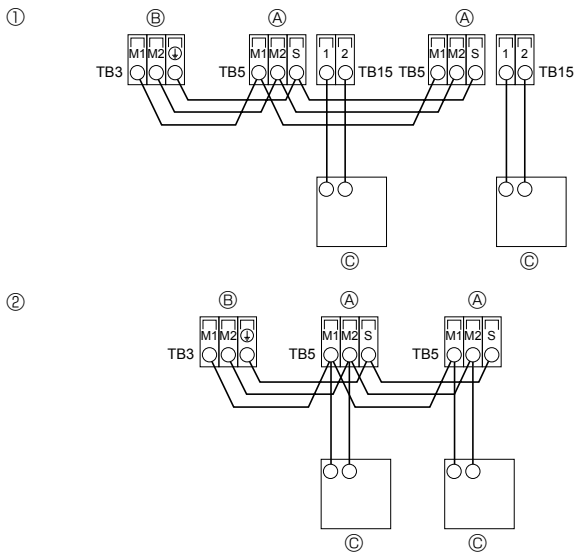
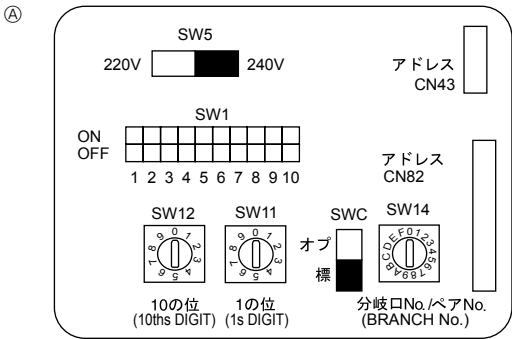

Abb. 4-3
Abb. 4-4
4.4. Anschluß der Fernbedenungs-, Innen- und Außenübertragungskabel (Abb. 4-3)
- ① MA-Fernbedienung
- ② M-NET-Fernbedienung
4.5. Adressen einsetzen (Abb. 4-4)
- ① Wie stellt man Adressen ein
4.6. Messen der Raumtemperatur mit dem in eine Fernbedienung eingebauten Temperaturfühler (Abb. 4-4)